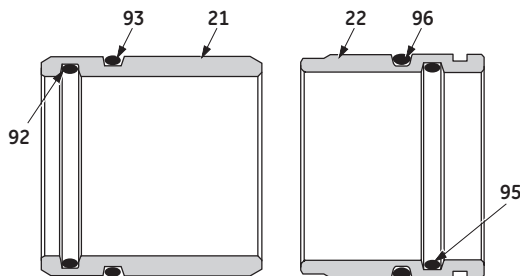

Bild 4 - med "O"-ring som tillval
- B. Lossa låsmuttern (46) och ta sedan bort gaffelstycket (35) och låsmuttern (46).
- C. Lossa och ta bort sexkantsskruven (41) och ta bort membranhuset (42) och membranet (40).
- D. Använd en lång hylsnyckel för att lossa och ta bort låsmuttern (45) och brickan (44).
- E. Ta bort kolv (43) och fjäder (39) och kontrollera alla komponenter.
8.3 Ventilhus (se bild 4 och 16)
- E. De komponenter som ska komma ut med axeln (19) är: packningen (17), packningsboxens ring (23 eller 100), distansröret (20) och den övre styrbussningen (21).
Notera: Distansröret (20) och den övre styrbussningen (21) kanske sitter kvar i ventilhuset. De ska tas bort. Distansröret kan endast tas bort genom att dra ut det genom den övre styrbussningen (21) kan skjutas genom kroppen efter att pluggen har tagits bort eller dras genom motorhuvens ände av huset. På ventiler avsedda för att användas med slam eller viskösa media har den övre styrbussningen en inre "O"-ring (92) och en yttre "O"-ring (93) och den nedre styrbussningen en inre "O"-ring (95) och en yttre "O"-ring (96) (se bild 4).